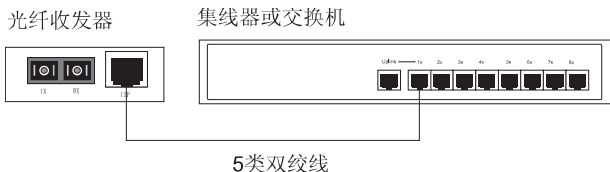

图4
- 由于UTP端口支持自动MDI/MDIX功能, 所以无需进行电缆选择或使用UPLINK端口。如图4: